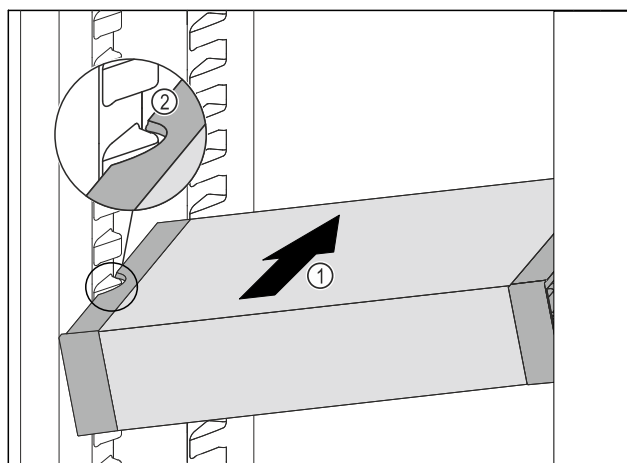

Fig. 131
- ▶ VarioSafe wsunąć ukośnie do chłodziarki Fig. 131 (1), aż boczne wycięcia Fig. 131 (2) VarioSafe będą się znajdować na wysokości żeber pojemnika w chłodziarce.